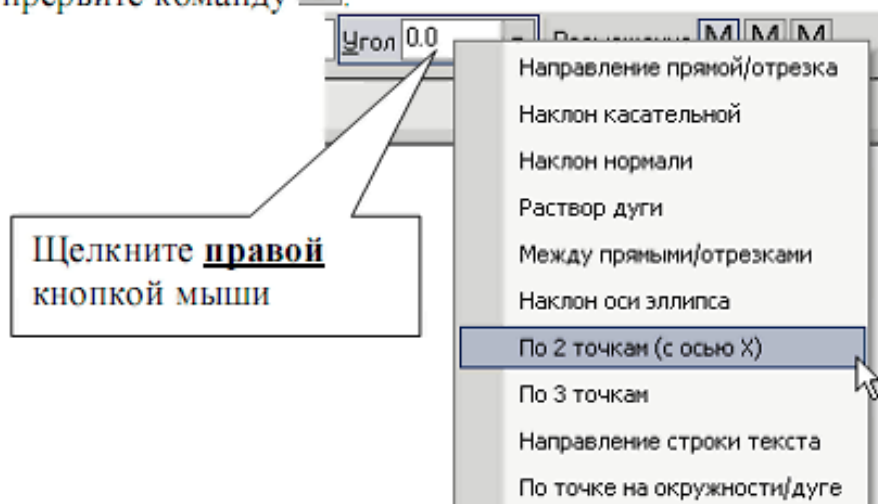
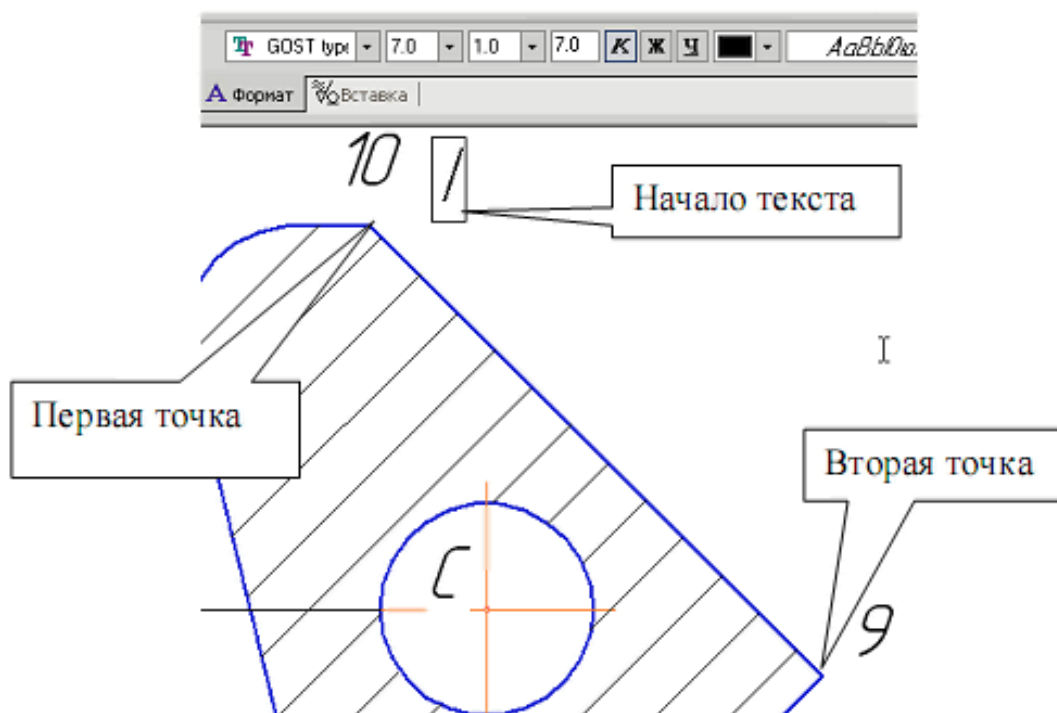

Рис. 58
Рис. 59
- Для выполнения надписи №3, которая расположена по направлению отрезка прямой, воспользуйтесь **Геометрическим калькулятором**. Для этого поместите курсор в поле величины угла, рис. 58, нажмите **правую кнопку мыши** и выберите **По 2 точкам (с осью x)**. Укажите начальную и конечную точки отрезка, вдоль которого выполнен текст, рис. 59. Установите высоту букв 7 мм, напечатайте слово «Пластина», нажмите **Создать объект**, прервите команду .